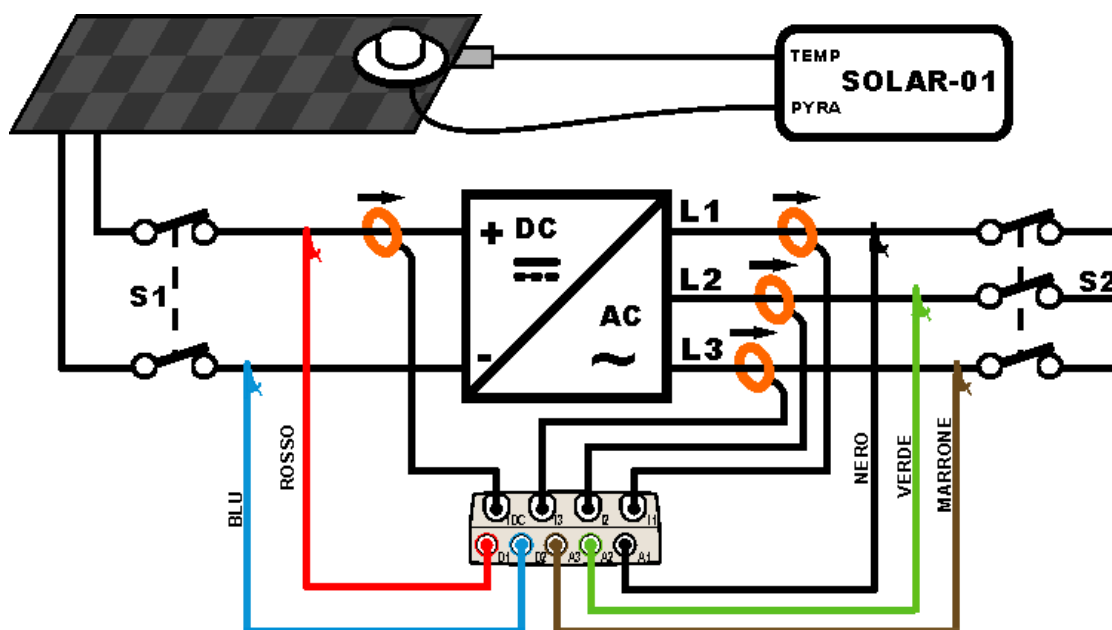

Fig. 232: Ligação do instrumento num Sistema FV-3 com unidade SOLAR-01
2. Ligar as entradas **D1** e **D2** respectivamente aos pólos positivo e negativo de saída da *string*. Ligar as entradas **A1**, **A2**, **A3** aos condutores de Fase respeitando as cores como se mostra na Fig. 232
3. Ligar a pinça de corrente CC no condutor positivo na saída da *string* **respeitando o sentido da seta** presente na referida pinça conforme indicado na Fig. 232. **Verificar o estado das pilhas internas da pinça antes da ligação.**
4. Ligar as pinças CA aos condutores de Fase L1, L2, L3 **respeitando o sentido da seta** presente nas referidas pinças conforme indicado na Fig. 232. Ligar a saída das pinças respectivamente às entradas **I1, I2, I3** do instrumento